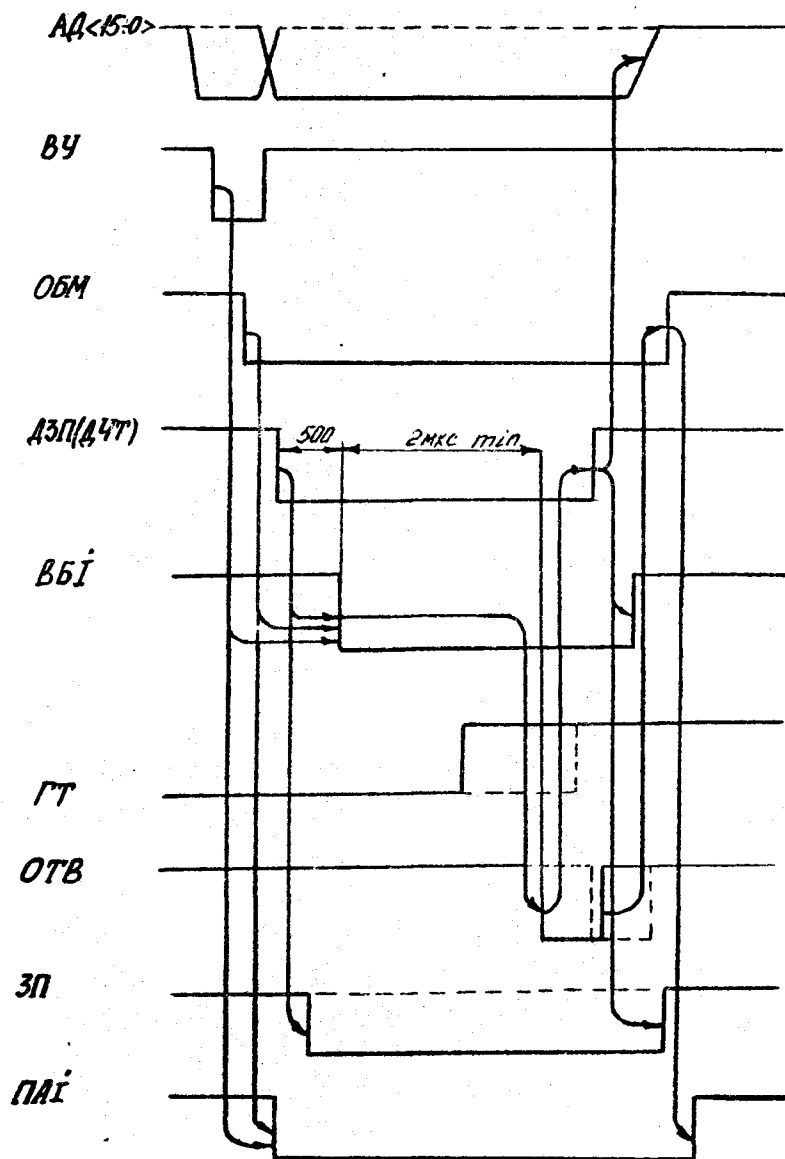

Рис.2. Временная диаграмма "запись (чтение)" данных.
4.2.2. Описание алгоритмов взаимодействия между блоками УСС и процессором временные диаграммы алгоритмов взаимодействия представлены на рис.2,3.
Последовательность ввода (рис.2):
Последовательность вывода (рис.2):
Временная диаграмма последовательности ввода и вывода представлена на рис.2.